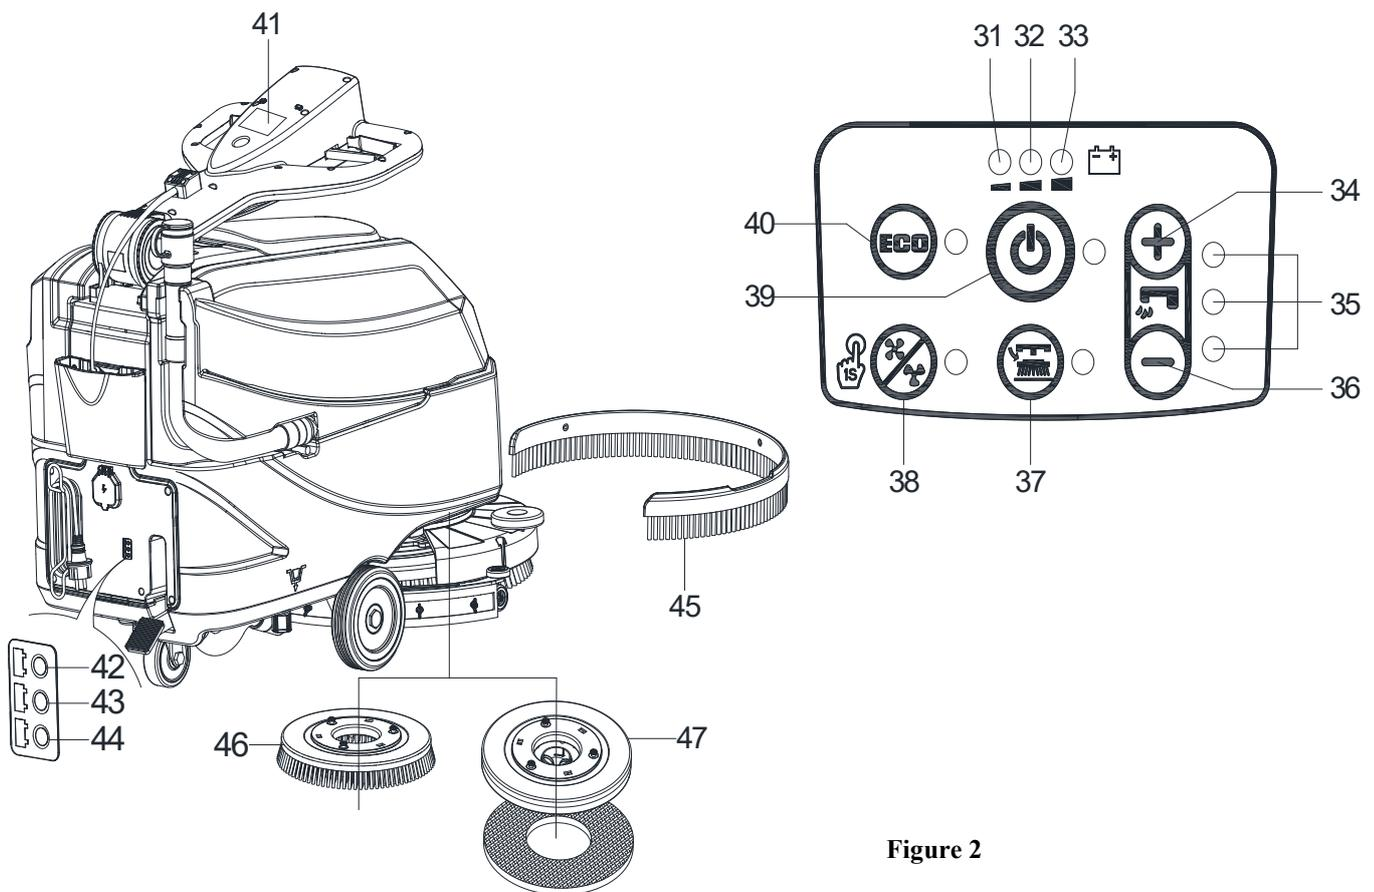

Figure 2
**PANNEAU DE COMMANDE (comme représenté sur la Figure 2)**
**FENÊTRE D'AFFICHAGE DU VOYANT DU CHARGEUR (comme indiqué à la Figure 2)**
2. En appuyant sur le bouton (39 Figure 2). Si le voyant d'avertissement vert (33) s'allume, les batteries sont complètement chargées. Si le voyant d'avertissement jaune (32) ou rouge (31) s'allume, les batteries doivent être chargées (voir la procédure au chapitre Entretien).